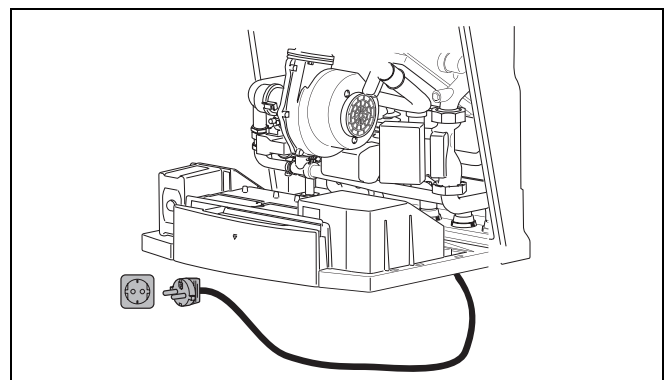

Fig. 13 Spina di rete
- Inserire la spina (fig. 13) in una presa di corrente con contatto di (presa Schuko).